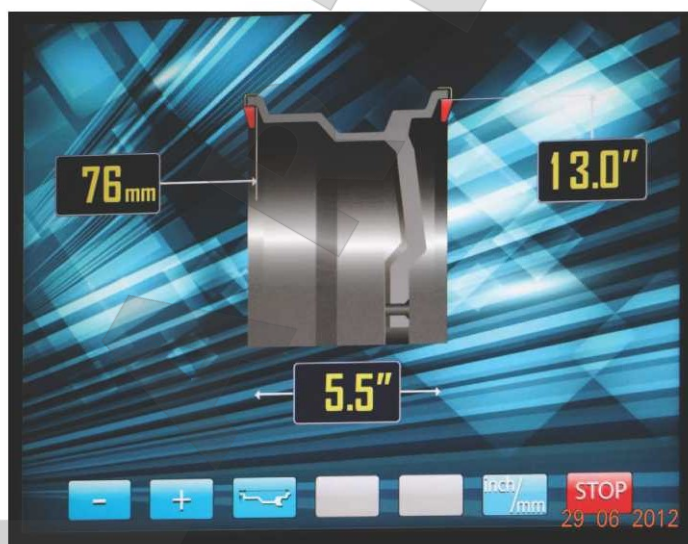

рис.10.2.
При включении питания СБ автоматически устанавливаются исходные параметры « d » и « b », записанные в памяти СБ, которые можно проконтролировать, нажимая кнопку A , d , b кнопка 3 на рис.10.2.
диска (см. рис. 10.1) и удерживать штангу в этом положении до появления звукового сигнала, после чего возвратить штангу в исходное положение. При этом экран основного рабочего режима сменится на экран ввода геометрических параметров колеса рис.10.2.
В этом режиме функционируют кнопки «-» и «+» для ввода ширины диска, а также для коррекции диаметра диска и дистанции от корпуса СБ до колеса, если требуется их ручная коррекция. Переключение кнопок «-» и «+» для коррекции диаметра и дистанции осуществляется кнопкой A, d, b (кнопка 3 рис.10.2), при этом корректируемая величина выделяется красным цветом, кроме того кнопка A, d, b позволяет перейти к экрану ввода геометрических параметров из экрана основного рабочего режима.
11.2.1. Введите геометрические параметры колеса как описано в п. 10.2 или 10.4. На экране ввода геометрических параметров отображается стандартная балансировка грузами на пружинках рис.10.2 или 10. 4.